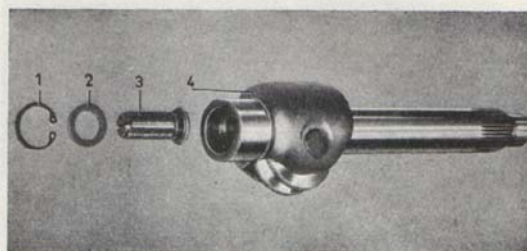

Bild 37. Styraxel.
5. Montera justerskruv, bricka och låsring i styraxeln, jämför bild 37. Justerskruvens glapp i axiell led skall vara så litet som möjligt och bör ej överstiga 0,05 mm. Glappet minskas genom att byta ut bricka (2) mot en tjockare. Justerskraven skall dock gå lätt att vrida efter monteringen.